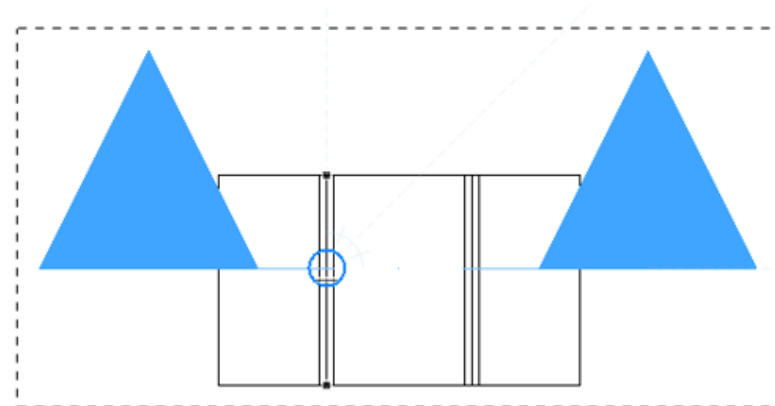

Fig. 11
- G. El módulo de la solución estará insertado en la *Pantalla Gráfica* rodeado de un rectángulo de líneas discontinuas, con la posibilidad de moverlo a la posición deseada haciendo clic dentro del rectángulo. (Fig. 11)